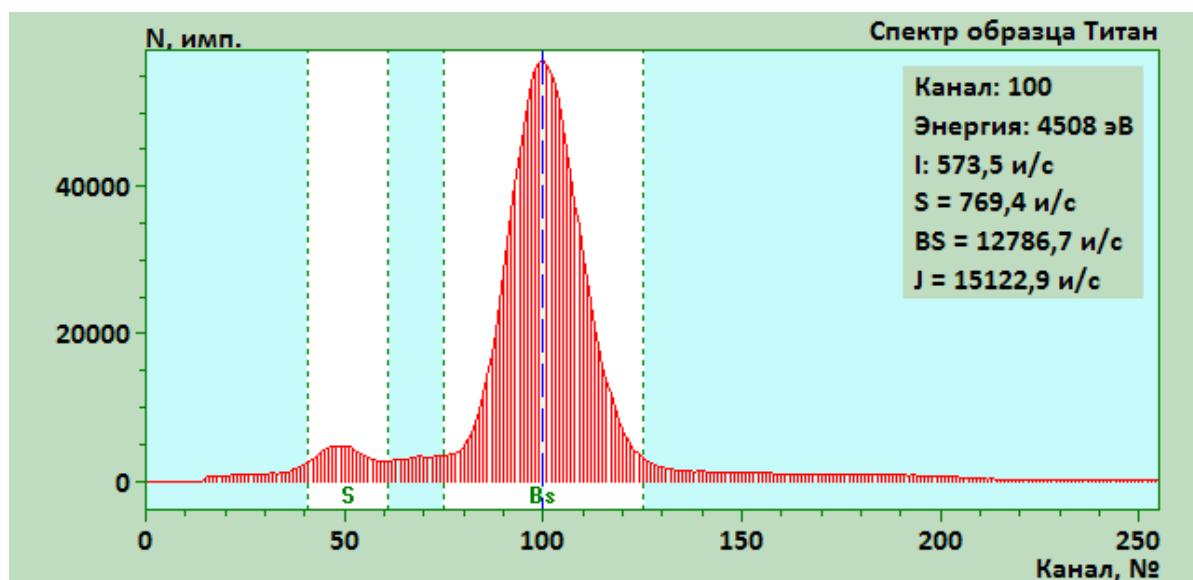

Рисунок 3
- 8.7 На спектре контрольного образца титан (SU-Ti) (Рисунок 3) наблюдается рентгеновская линия химического элемента титана с энергией 4508 эВ (Ti K-L2,3).